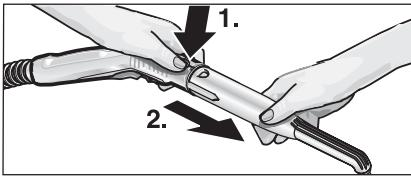

Рис. 5: від'єднання насадок
- Для від'єднання насадок натисніть кнопку розблокування (C2 або G3) та зніміть насадки одна з одної (див. рис. 5).